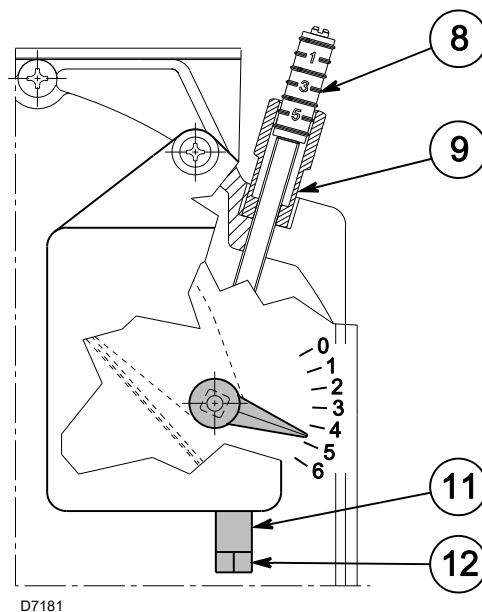

图 14
首次起动一定要用螺钉 12) (图 14) 进行，使第一级风门位置指示器超过刻痕 1) (出厂设定在刻痕 1)。
- 拧松螺母 9) , 使用螺钉 8) (图 14) 调整第二级气流 (见表中的 CO₂ 值 表 T)。
- 拧松 (顺时针) 螺母 11) (图 14) 后使用螺钉 12) 调整第一级，参照下表中的 CO₂ 值。
- 达到理想设置后，锁紧 (反时针) 螺母 11) (图 14)。燃烧器停机时，风门在自身重量作用下自动关闭，烟道低气压最大可达 0.5 毫巴。